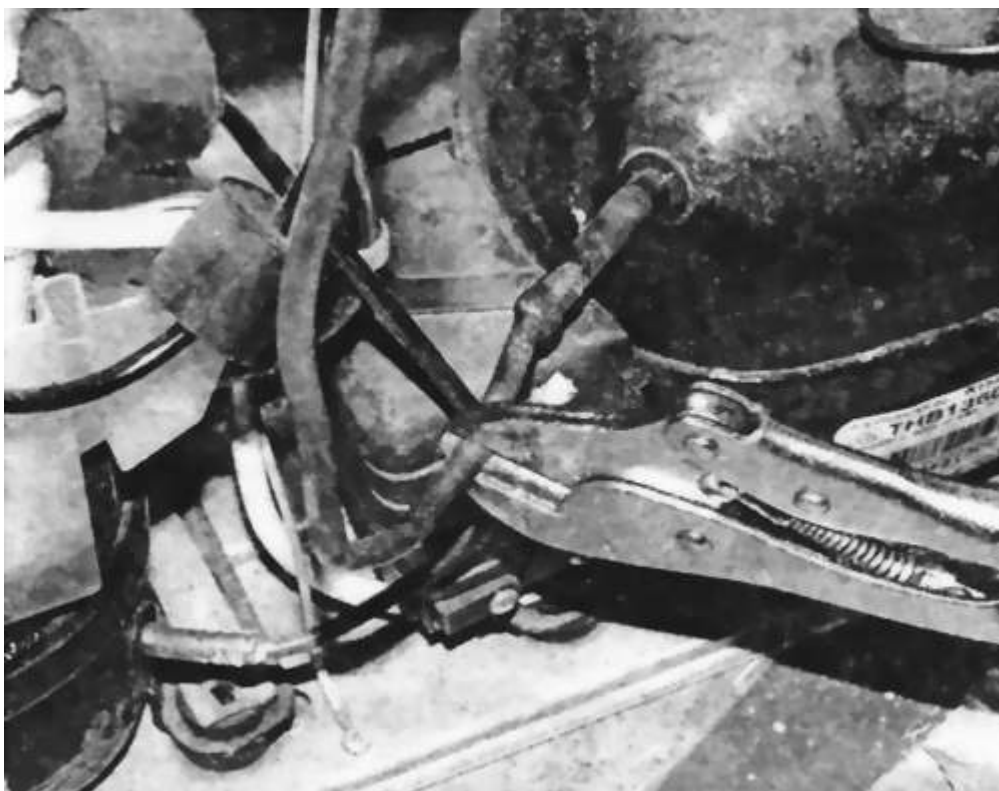

Рис. 13
- с помощью обжимных клещей пережимают операционный патрубок компрессора (рис. 13);